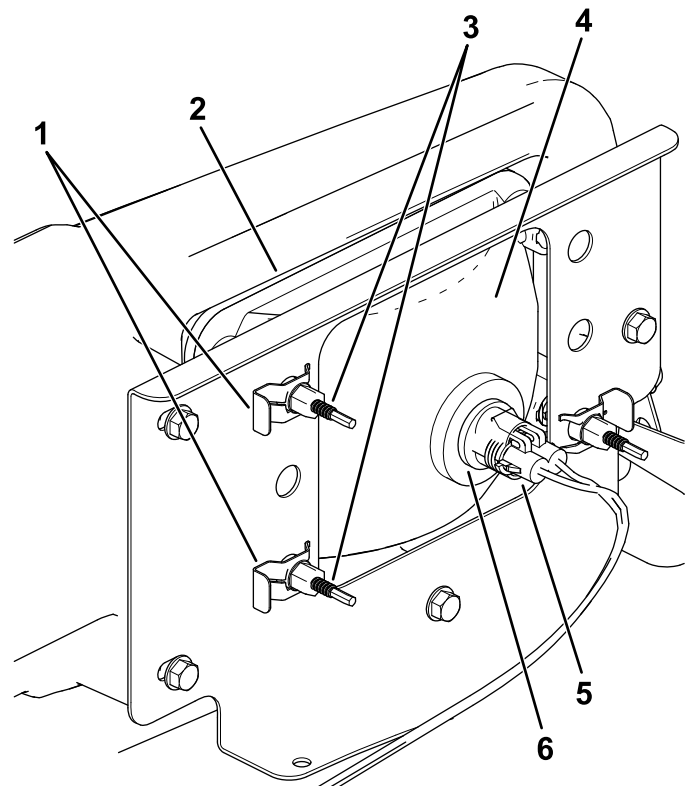

Bild 42
3. Schließen Sie den elektrischen Anschluss für den Kabelbaum vom Lampenanschluss ab (Bild 42).
4. Entfernen Sie die Schellen, mit denen der Scheinwerfer an der Scheinwerferhalterung befestigt ist (Bild 42).
5. Schieben Sie den Scheinwerfer nach vorne durch die Öffnung in der vorderen Stoßstange und entfernen Sie ihn (Bild 42).
6. Setzen Sie den neuen Scheinwerfer durch die Öffnung in der Stoßstange ein (Bild 42).
8. Schließen Sie den elektrischen Anschluss für den Kabelbaum am Lampenanschluss an (Bild 42).
5. Drehen Sie die Einstellschrauben an der Rückseite des Scheinwerfers (**Bild 42**), um den Scheinwerfer zu drehen und den Scheinwerferstrahl einzustellen.